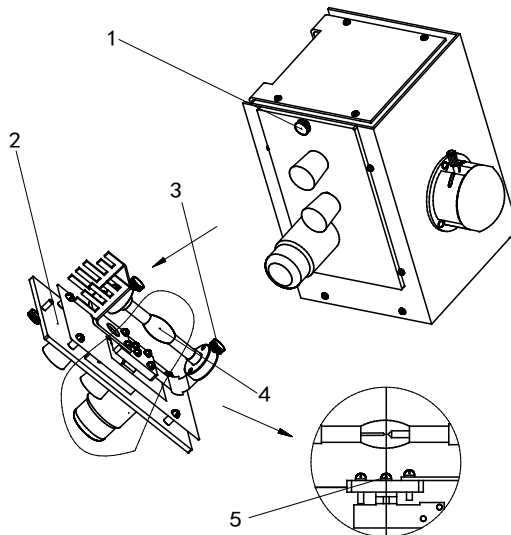

Fig.11
1. Substituição da lâmpada de mercúrio [Fig.11]